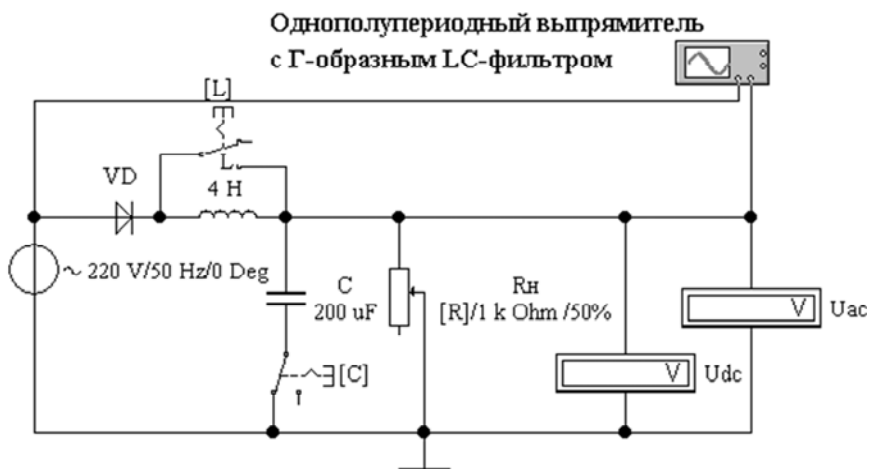

Рис. 16.6. Однополупериодный выпрямитель
6. Изучить однополупериодный выпрямитель с  $LC$ -фильтром (файл **rect17.ewb**, рис. 16.6). Решить задачу 13.17 [2]. Проверить решение задачи в EWB. Определить коэффициент пульсаций по показаниям вольтметров  $U_{ac}/U_{dc}$  для разных сглаживающих фильтров.